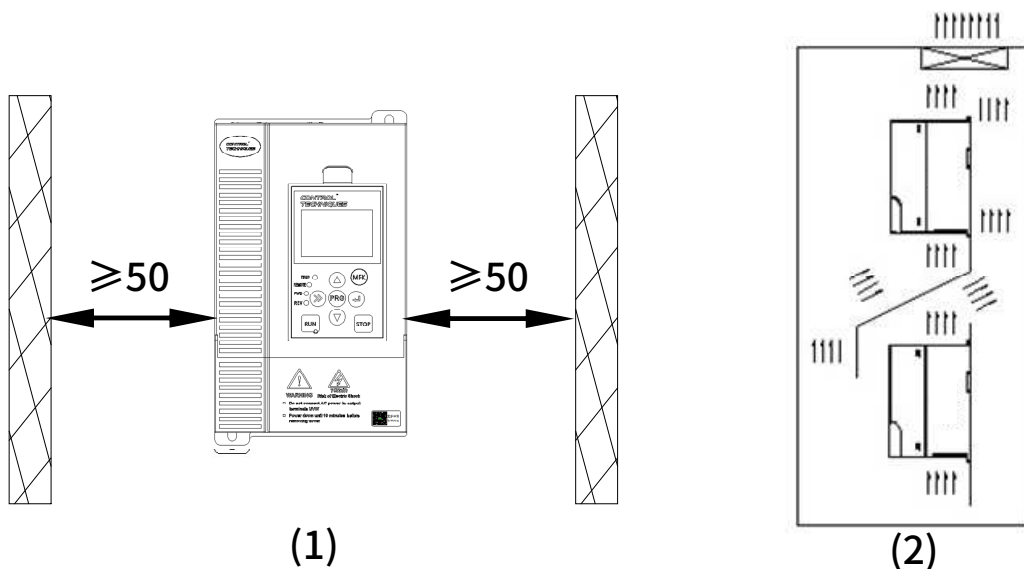

图 3-1 (1) 安装方向和空间 (2) 上下安装示意图
为了不使变频器冷却效果降低，请一定要纵向安装，如图 3-1 (1) 所示，并确保一定的空间。
■ 变频器在柜内上下安装时，中间请加导流板，如图 3-1 (2) 所示。